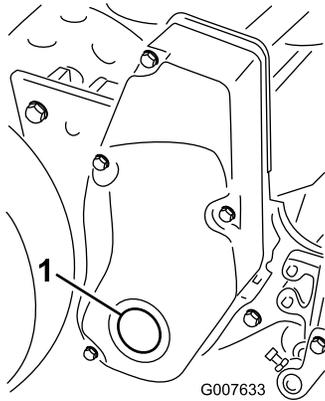

Bild 60
- Nehmen Sie die Schraube in der rechten Spindeltriebsabdeckung ab (Bild 60).